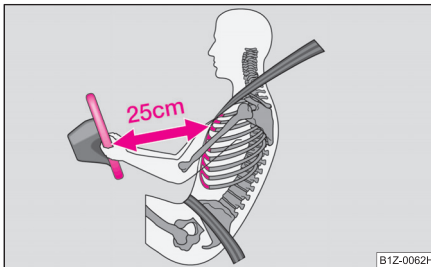

Abb. 112 Sicherer Abstand vom Lenkrad
- Der Fahrer muss einen Abstand zum Lenkrad von mindestens 25 cm einhalten ⇒ Abb. 112. Wenn Sie den Mindestabstand nicht einhalten, kann Sie das Airbag-System nicht schützen – Lebensgefahr!